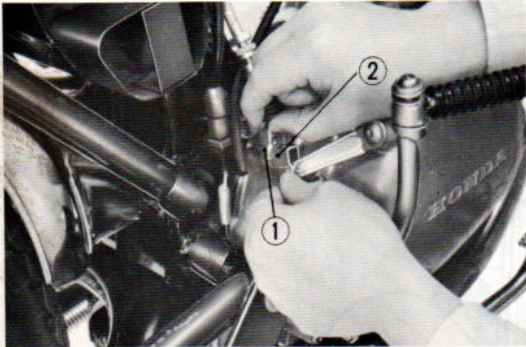

Fig. 28 ① Câble d'embrayage ② Levier de débrayage
- 3) Desserrer le contre-écrou du câble d'embrayage, détendre largement le câble et le dégager du levier de débrayage. (Fig. 28)